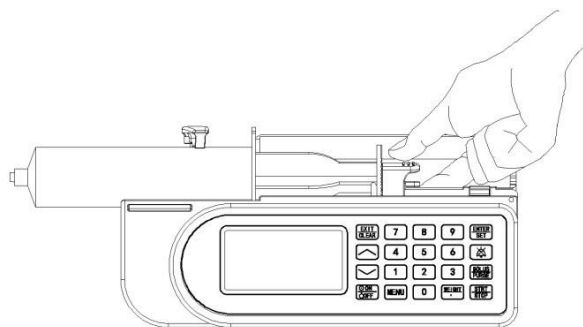

Figure 2
7. Appuyez sur le bouton de déverrouillage du porte-piston et faites glisser le mécanisme vers la droite jusqu'à ce que la tige du piston se place dans la fente du porte-piston. Assurez-vous que le piston de la seringue est bien en place dans le porte-piston (fig. 2, 3).